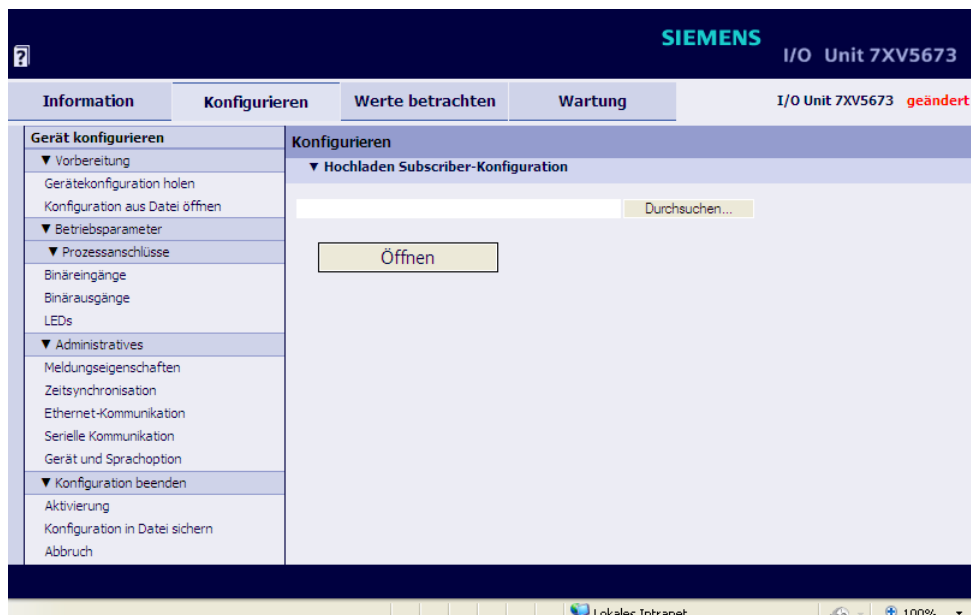

Bild 6-37 Dialog Hochladen Subscriber-Konfiguration
Der gewählte Pfad wird im Ein-/Ausgabefenster, in das Feld **Durchsuchen...** eingefügt (siehe Bild 6-37).
- Klicken Sie auf die Schaltfläche **Öffnen** (siehe Bild 6-37).